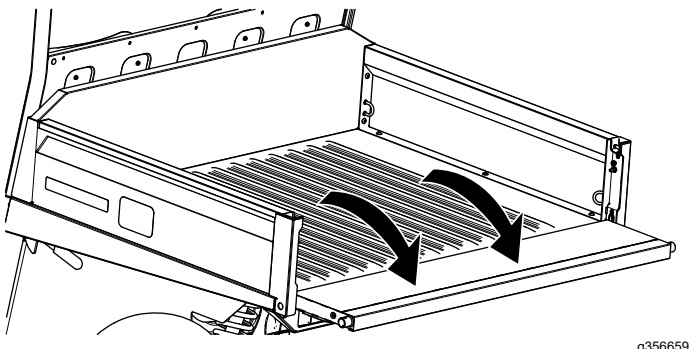

Figura 51
3. Abbassate la sponda posteriore in modo che sia a livello con la parte inferiore del pianale (Figura 51).